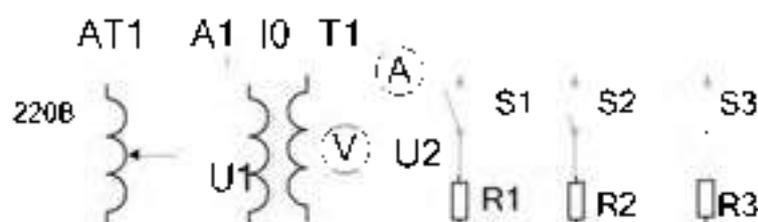

Рис. 1.6. Схема для исследования внешней характеристики
7. Последуйте *коэффициент трансформации* трансформатора. Соберите схему согласно рис.1.6 для активной нагрузки. Результаты занесите в таблицу 1.3.